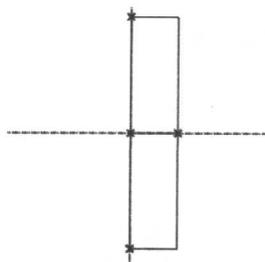

图 1-12
- ⑥ 单击【选项】按钮，在打开的面板中选择“可变剖面”。
- ⑦ 单击 按钮，系统进入草绘状态。
- ⑧ 绘制如图 1-12 所示的矩形剖面。